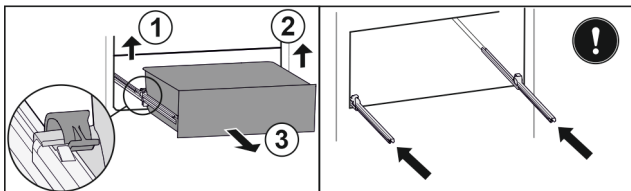

Fig. 90
- ▶ Приподнимите левый зажим и одновременно вытяните движением вперед выдвижной ящик слева. Fig. 90 (1)
- ▶ Приподнимите правый зажим и одновременно вытяните движением вперед выдвижной ящик справа. Fig. 90 (2)
- ▶ Извлеките выдвижной ящик движением вперед. Fig. 90 (3)